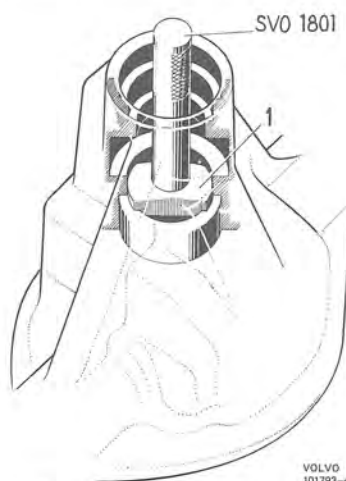

Bild 36. Demontering av bakre pinjonglagring
9. Driv vid behov ut bakre lagrets ytterring, se bild 36. Använd standardskaft SVO 1801 och dorn SVO 2690 för bakväxlar typ 23, SVO 2598 för typ 27, 30 och SVO 2843 för typ 31.